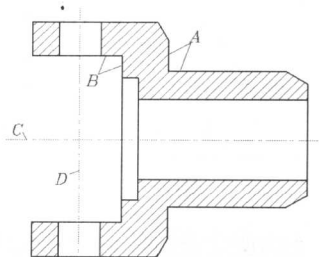

图1-2
2. 利用【图层】工具栏上的【图层控制】下拉列表中的选项，将线框 A 修改到轮廓线层上，结果如图 1-2 所示。
3. 利用【标准】工具栏上的特性匹配按钮，将线框 B 修改到轮廓线层上，结果如图 1-2 所示。
4. 利用【对象特性】工具栏上的【线型控制】下拉列表中的选项，将线段 C 和 D 改为中心线，再利用【颜色控制】下拉列表中的选项，将线段 C 和 D 的颜色改为红色，结果如图 1-2 所示。
5. 利用【对象特性】工具栏上的【线宽控制】下拉列表中的选项，将线框 A 和 B 的线宽修改为 0.70，结果如图 1-2 所示。